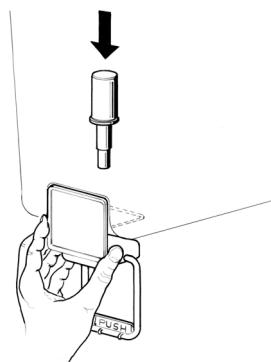

figura 6
**3 Grifo en acero inox por gravedad:** montar la palanca mando grifo y enfilar el pisón unido a la su junta (ver figura 6).